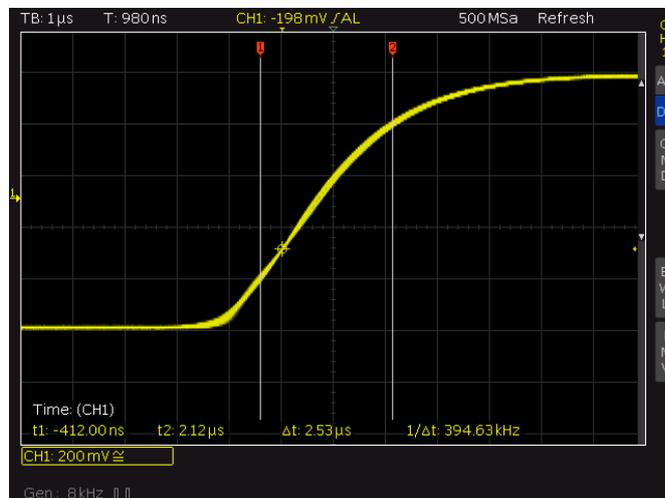

Abbildung 19: Messung der Anstiegszeit eines Pulses
Abbildung 19 zeigt beispielhaft, wie das Display des RTC1000 optimal eingerichtet ist, um die Anstiegszeit  $t_A$  zu messen. Wichtig ist, dass für 0 % und 100 % jeweils der eingeschwungene Zustand angenommen wird.
? Welche Bandbreite müsste ein Oszilloskop mindestens aufweisen, um das Signal aus Abbildung 19 mit 10 % Genauigkeit zu messen? Nutzen Sie hierfür die Formel (1).